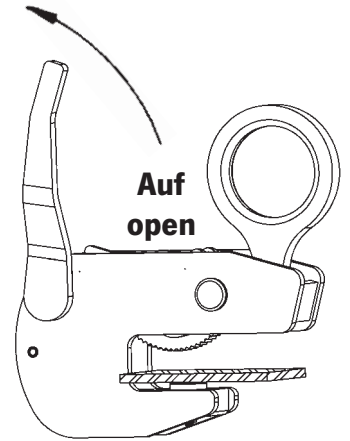

Fig. 4
- Mit dem Lastaufnahmemittel darf jeweils nur ein Träger bzw. Blech oder Profil transportiert werden (Fig. 4).